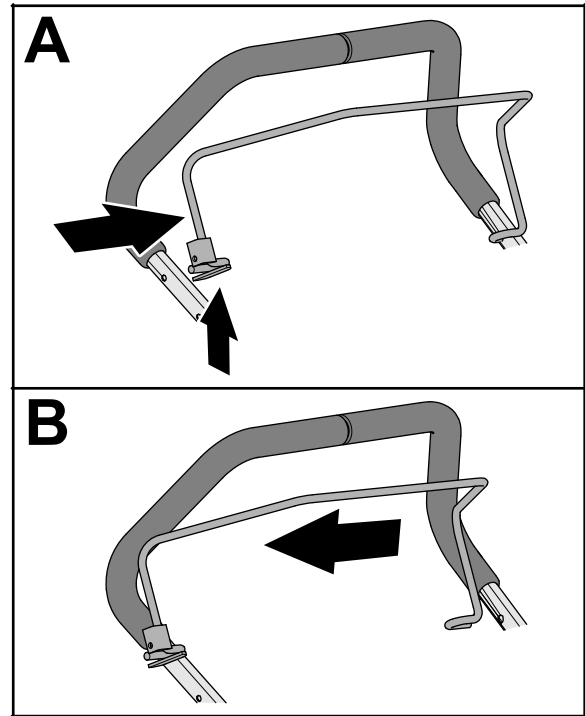

Figure 9
1. Serrez le côté de la barre de présence de l'utilisateur jusqu'à ce qu'il sorte de la partie supérieure, puis déposez la barre de la machine (Figure 9).